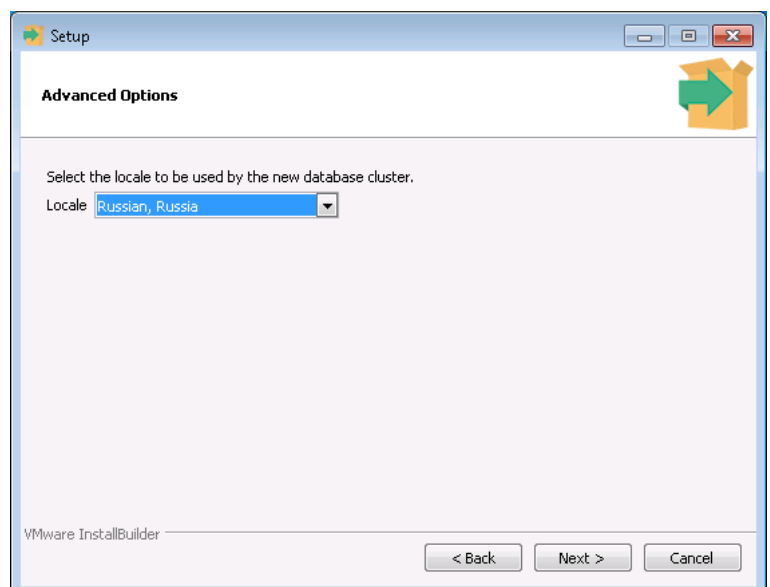

Рисунок 6.8 — Выбор локали
6. Выберите локаль для инициализации кластера базы данных и нажмите кнопку *Next* (см. рисунок 6.8).